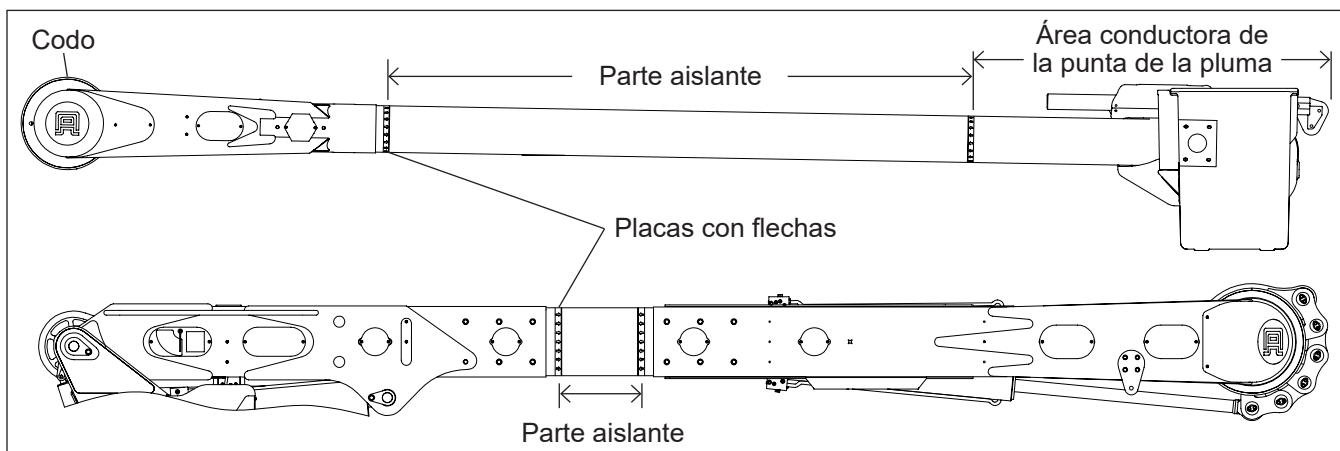

Figura 4.2 — Parte aislante de las plumas y área conductora de la punta de la pluma
- Las partes aislantes de las plumas superior e inferior se definen con placas colocadas en las plumas (consulte la Figura 4.2). Estas partes aislantes tienen el objetivo de ofrecer una protección secundaria para los ocupantes de la plataforma con respecto al potencial de descarga del flujo de corriente a tierra a través de la pluma y el vehículo. La placa colocada en la pluma superior, lo más alejada posible del codo, también incluye al área de la punta de la pluma dentro de los componentes que están más allá de la placa (consulte la Figura 4.2). El área de la punta de la pluma debe ser considerada